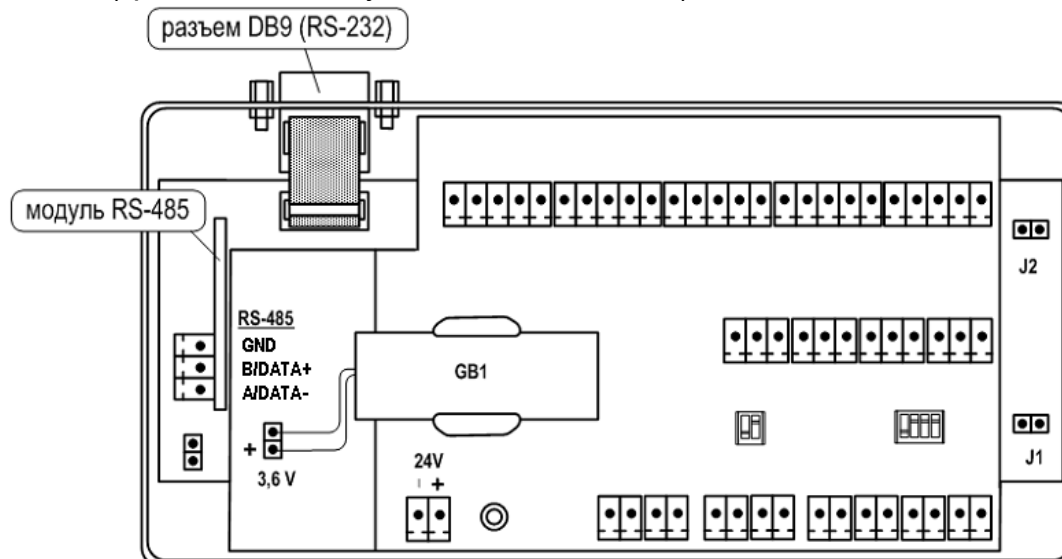

Рис.11. Размещение интерфейсных разъемов тепловычислителя.
6.3.1.1. Для связи с внешними устройствами в тепловычислителе предусмотрены последовательные интерфейсы RS-232, RS-485. Размещение интерфейсных разъемов в отсеках ТВ показано на рис.11 (крышки отсеков условно не показаны).